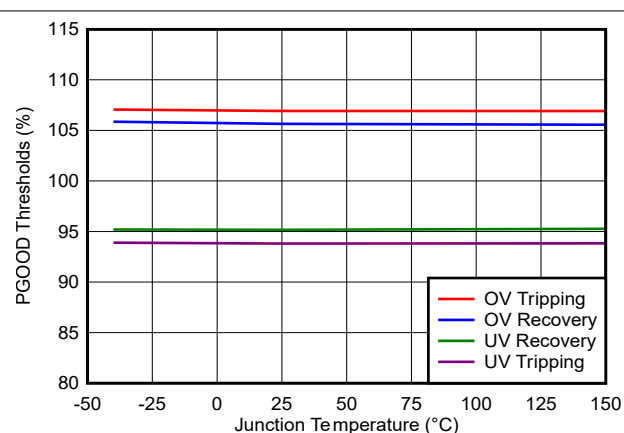
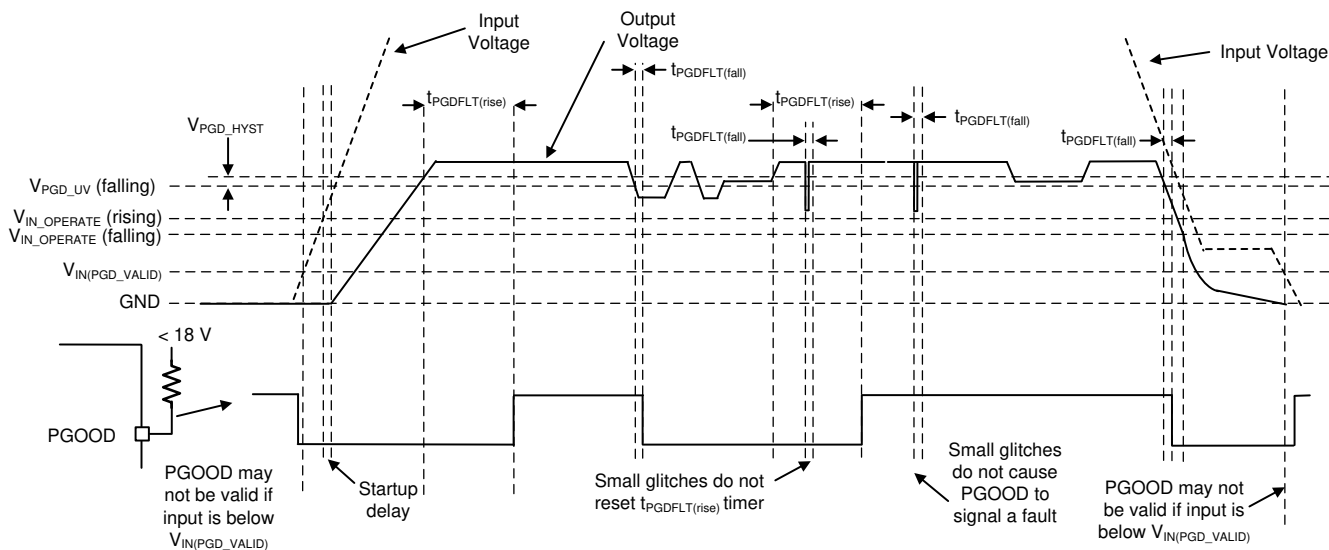

図 6-8. PGOOD スレッシュヨルド
図 7-5. PGOOD のタイミング図 (OV イベントを除く)
ディスクリートのリセット デバイスを置き換えるために PGOOD 機能が実装されているため、部品点数とコストを低減できます。帰還 (FB) 電圧が、規定された PGOOD スレッシュホールドの範囲外になると、PGOOD 電圧は Low に遷移します (図 6-8 参照)。この遷移は、電流制限中、サーマル シャットダウン中、ディセーブル中、通常の起動中に発生する可能性があります。グリッチ フィルタは、出力電圧の短時間の変動 (ラインおよび負荷過渡時など) に対するフラグの誤動作を防止します。tPGDFLT(fall) よりも短い出力電圧変動では、PGOOD フラグは立ちません。PGOOD 動作について深く理解するには、図 7-5 を参照してください。
$V_{OUT} < V_{OUT-target} \times PGDUV$ かつ $t > t_{PGDFLT(fall)}$	出力電圧がレギュレートされている。 $V_{OUT-target} \times (PGDUV + PGDHYST) < V_{OUT} < V_{OUT-target} \times (PGDOV - PGDHYST)$ (図 6-8 を参照)